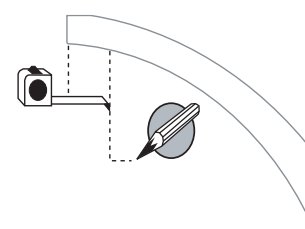

FIG. 5.0
1. Mesurer 7,5 cm vers l'arrière à partir du devant de la marque de l'emplacement de l'équerre angulaire sur le côté de l'équerre angulaire (Fig. 5.0).